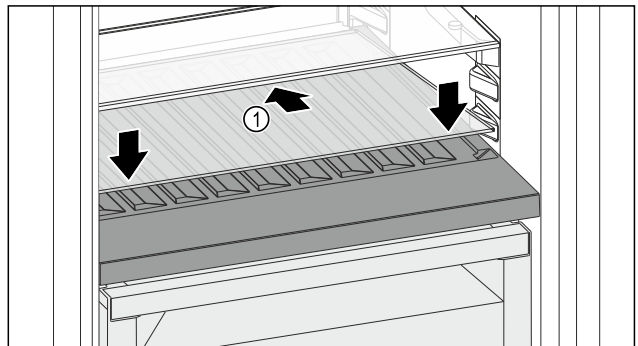

Fig. 115
- Placer la plaque de verre *Fig. 115 (1)* en biais et inclinée vers le bas.
- Abaisser l'avant de la plaque de verre *Fig. 115 (1)*.